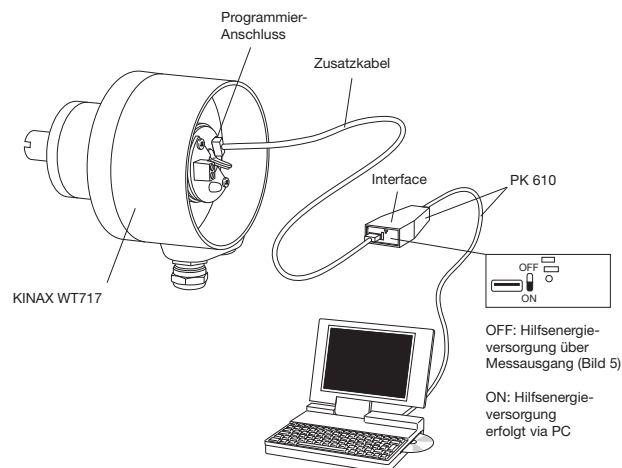
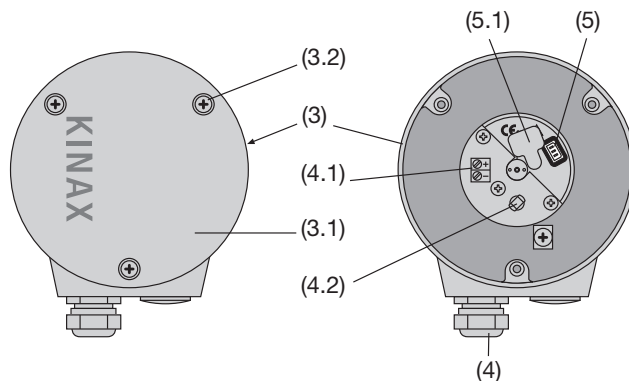

Bild 3. Anschlusschema Programmierung
Bild 4. Rückenteil (3) mit Klemmen (4.1) und Stopfbuchse (4).
1. Deckel (3.1 in Bild 4) entfernen. Durch Abziehen des Gummi-Verschlusses (5.1) wird der Programmieranschluss (5) zugänglich (siehe Abschnitt "8.1 Leitungen anschliessen"). KINAX WT 717 nach Bild 3 mit der Programmiereinrichtung verbinden. Konfigurations-Software 2W2 starten. Gerät – wenn nötig – mit den gewünschten Messbereichsdaten konfigurieren.
1. Messumformer in Betrieb nehmen und gemäss Bild 3 an Programmier-einrichtung anschliessen (Schalter AUX am PK 610 auf OFF).